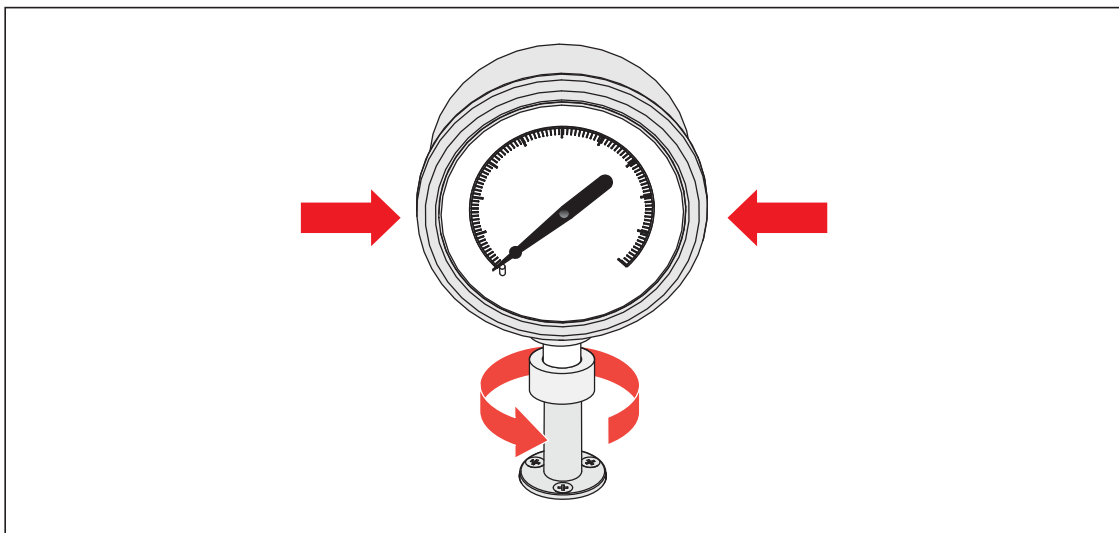

图 9. 拧紧仪表
4. 牢牢握住仪器，同时逆时针方向转动仪表适配器，直至其向下移到 O 型环上，参见图 9。